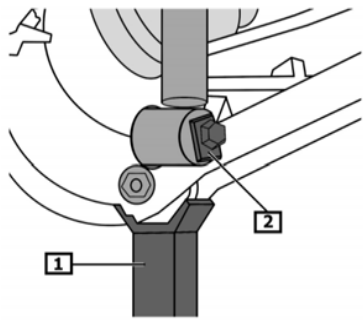

Fig. 7
- **Fig. 7** Querlenker mit Wagenheber abstützen.
- **Fig. 7** Support track control arm on jack.
- **Fig. 7** Soutenir le bras transversal avec un cric.
- **Fig. 7** Apuntalar el brazo de dirección transversal con un gato elevador.